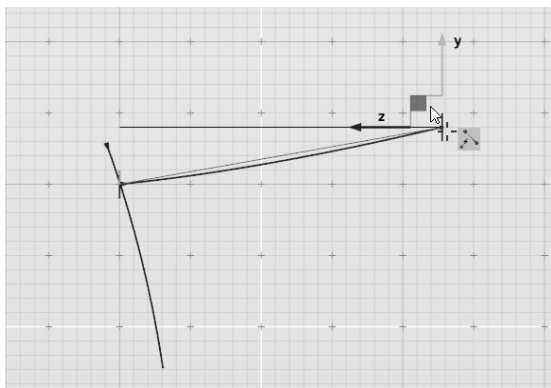

图 5-115 将圆曲线平移至 NURBS 曲线#1 的另一个端点
4) 保持圆曲线仍处于选中状态, 利用〈Ctrl+C〉和〈Ctrl+V〉两个快捷键, 复制一条新的圆曲线, 并将新复制的圆曲线放置到 NURBS 曲线#1 的另一个端点上, 如图 5-115 所示。